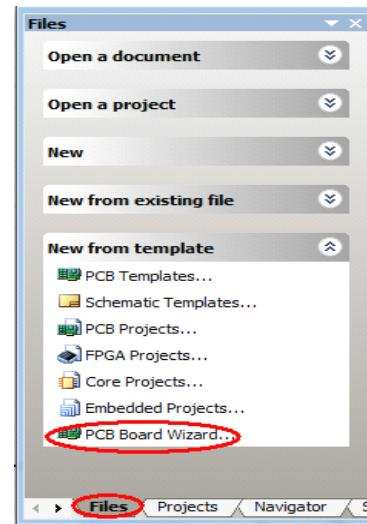

图 6-6.58 File 面板标签
**Step1:** 选择面板标签的 File 标签栏，单击 New from template 中的 PCB board Wizard 选项。如图 6-6.58 所示。